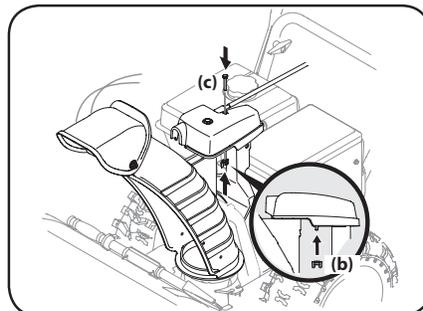

Figura 2-39
4. Termine de sujetar el cabezal de control del canal colocando el tornillo hexagonal (c) y la tuerca de mariposa (b) que extrajo en el Paso 1. Consulte Figura 2-39.